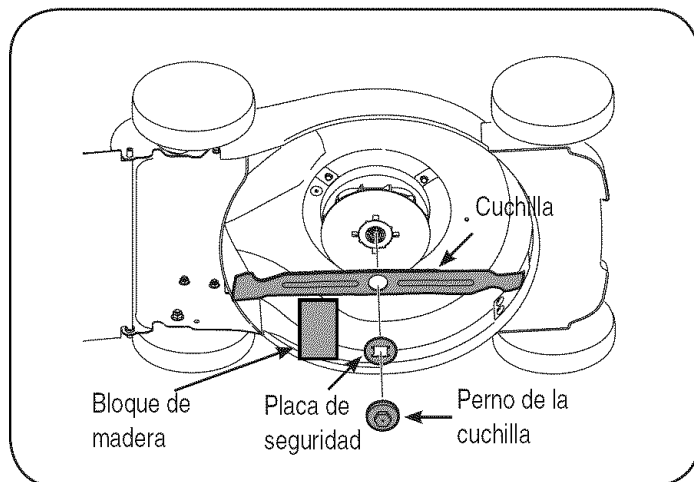

Figura 11
2. Coloque un taco de madera 2x4 de aproximadamente 8,5 pulgadas de largo entre el alojamiento de la plataforma y la cuchilla de corte, para que actúe como estabilizador. Vea la Figura 11.
3. Afloje y saque el perno de la cuchilla, la placa de seguridad y la cuchilla. Vea la Figura 11.